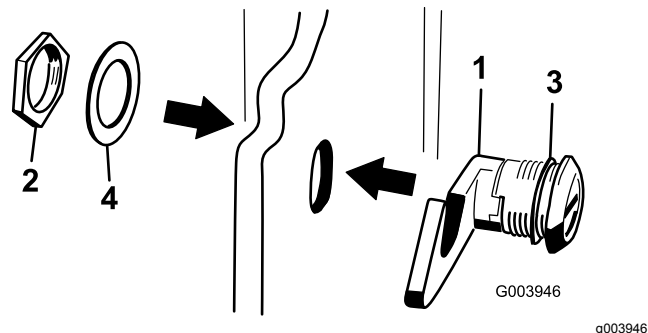

Figura 17
3. Retire a porca do trinco do capot (Figura 17).
4. Fora do capot, insira a extremidade do gancho do trinco através do orifício no capot. Certifique-se de que anilha vedante em borracha permanece do lado de fora do capot (Figura 17).